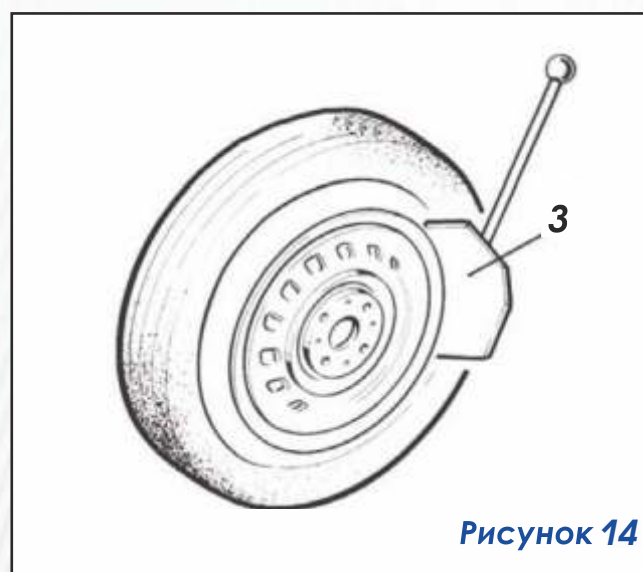

Рисунок 14
- Установите колесо на резиновый упор 2 (рисунок 14) боковины стенда.